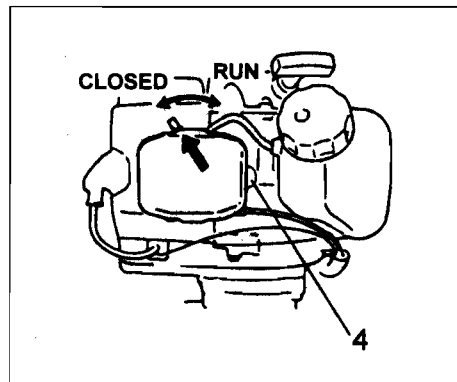

Fig. 2-3
- *Presser la poire de la pompe d'amorçage (4) à plusieurs reprises pour que le carburant puisse s'écouler par la poire ou par le tuyau de retour (5). (Si la machine en est munie.) (Fig. 2-3)
3. Régler la manette du starter sur la position fermée. (Fig. 2-3)
5. Lorsqu'on sent que le moteur va démarrer, repousser la manette de starter dans la position de fonctionnement (ouverte). Puis tirer à nouveau vivement sur le lanceur. (Fig. 2-3)